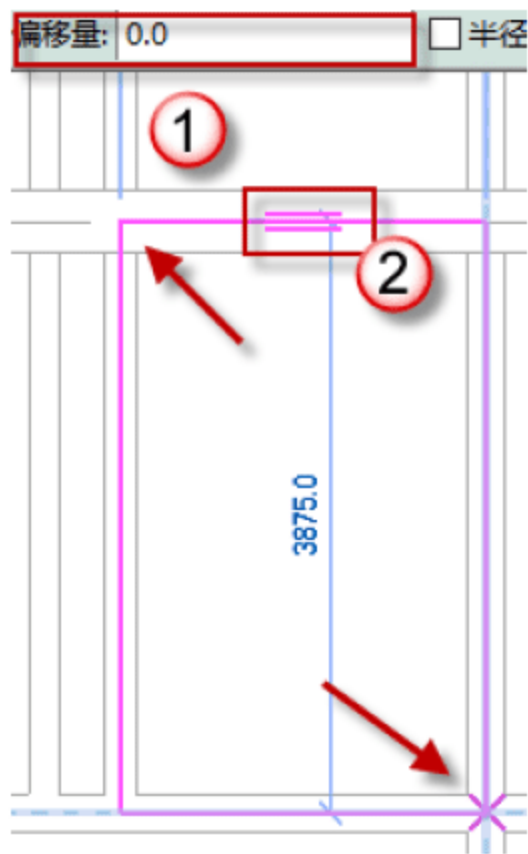

图 4.3.34 绘制 16 号板
(9) 绘制 16 号板，单击“矩形”按钮，绘制 16 号板，调整跨方向，将偏移量设置为 50，单击√按钮，完成绘制，如图 4.3.34 所示。